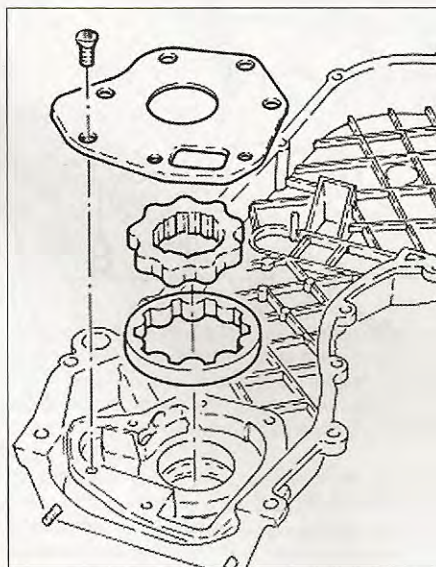

FIG. 12
- Desmontar la placa de cierre sobre el cárter de distribución de la bomba de aceite (fig. 12).